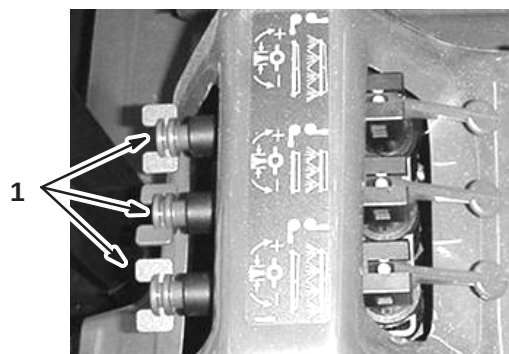

Bild 23
12. Verstellen Sie das Sicherheitsventil des Spritzgestänges (Bild 23) für das abgestellte Spritzgestänge so lange, bis der auf dem Manometer angezeigte Druckwert dem in Schritt 10 angezeigten Wert entspricht.